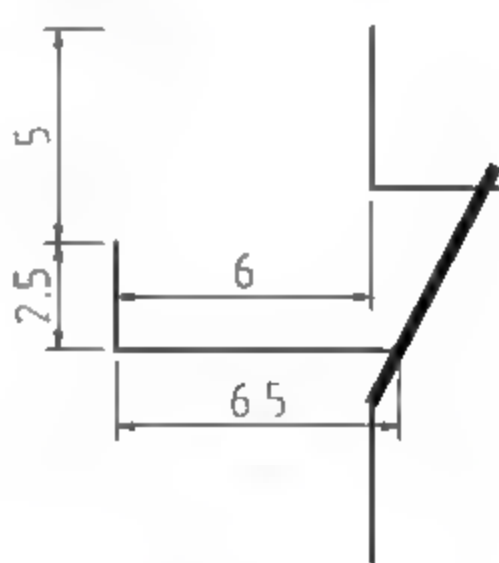

图3-75 绘制直线
**04** 调用L【直线】命令，绘制直线，其尺寸如图3-75所示。